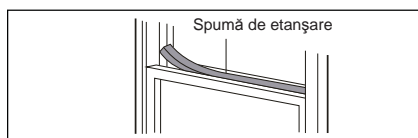

Fig. 17
7. Tăiați spumele de etanșare la lungimile adecvate și etanșați spațiul rămas liber între geamul interior și cel exterior, ca în Fig.17.